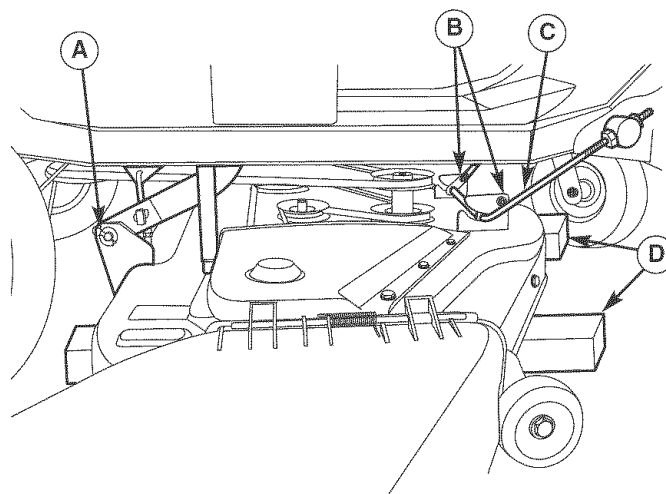
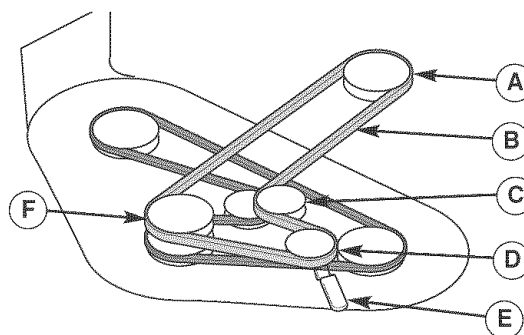

Figura 10. Componentes del Enganche de la Sesgadora
Figura 11. Disposición de la banda de sesgadora
3. Use la palanca de desembrague de la correa en la sesgadora (D, Figura 11) para liberar la tensión de la correa. Quite la correa de la sesgadora de la polea del motor (A).
6. Coloque bloques de madera de 4x4 (D, Figura 10) debajo del borde frontal y trasero de la cubierta de la sesgadora para apoyarla fijamente.
9. Retiras la horquilla (A) que sujeta el brazo de elevación trasero de la cubierta de la sesgadora. Separe el brazo de elevación de la cubierta de la sesgadora. Repita los pasos anteriores en ambos lados de la sesgadora.
10. Quite el tornillo de cabeza redonda y la tuerca con resalto de 3/8-16 x 3/4 (B) que sujetan el retenedor de la varilla. Quite el retenedor y la varilla (C).
1. Deslice la cubierta de la sesgadora abajo del lado derecho del montable. Deslice la sesgadora hacia adelante y acople la varilla frontal (D, Figura 10) a los ganchos delanteros de la cubierta de la sesgadora.
2. Instale el soporte del retenedor de la varilla (B) y fije los dos tornillos de cabeza redonda y las tuercas con resalto de 3/8-16 x 3/4 (C).
3. Deslice la sesgadora hacia atrás y conecte los brazos de elevación traseros a la cubierta de la sesgadora. Sujételos con las horquillas (A).
5. Use el ajuste de altura de corte de la sesgadora para elevar la sesgadora hasta que ya no descansa sobre los bloques de madera de 4x4 (E).
6. Gire el interruptor de encendido a OFF (apagado) y quite la llave. Retire los bloques de 4x4 (E).
7. Use la palanca de desembrague de la correa de la sesgadora para liberar la tensión de la correa e instale la correa como se muestra en la Figura 11.